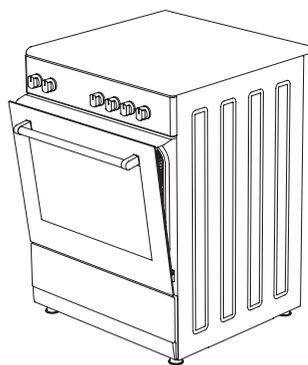

Figura 31
4. Poi fissare il pannello di sicurezza tra il forno e il coperchio anteriore chiudendo delicatamente il coperchio. (figura 31)